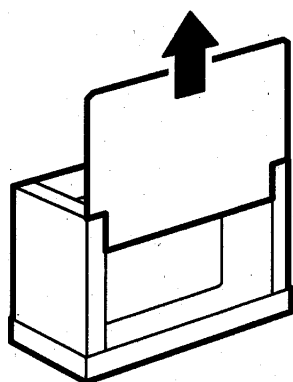

fig. 2
- ❸ Soulevez le carton avant (fig. 2).